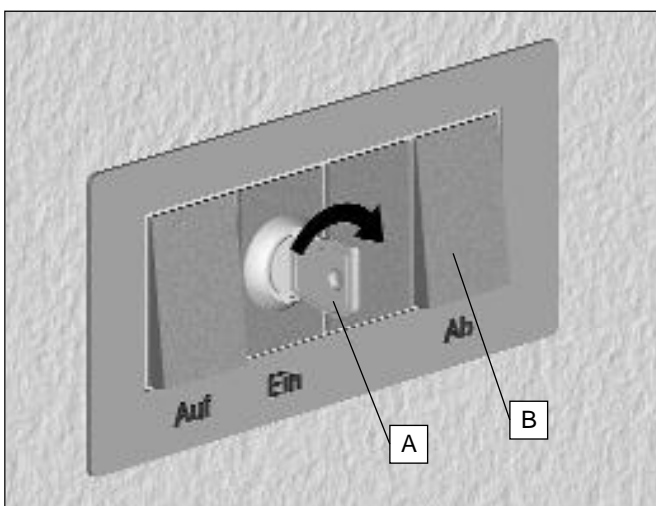

Fig. 7.3: Tilkallingstablå
- Sett inn nøkkel (A) i tilkallingstablå (fig. 7.3) eller i fjernkontroll (fig. 7.4).
- Vri om nøkkel (A) til PÅ posisjon. I PÅ posisjon kan nøkkel (A) ikke fjernes.
- Trykk inn NED-knappen (B) for å kjøre heisen ned til underetasjen.
- Sett inn nøkkel i tilkallingstablå (fig. 7.3) eller i fjernkontroll (Fig. 7.4).